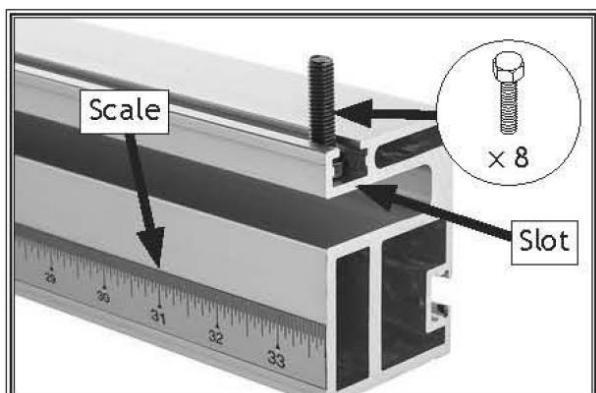

Рисунок 23. Болт с шестиугранной головкой, расположенный в пазу передней части направляющей параллельного упора.
12. Расположите параллельный упор так, чтобы шкала была обращена к вам. Вставьте (8) болты с шестиугранной головкой M8-1.25 x 30 в открытый паз (см. рис. 23).